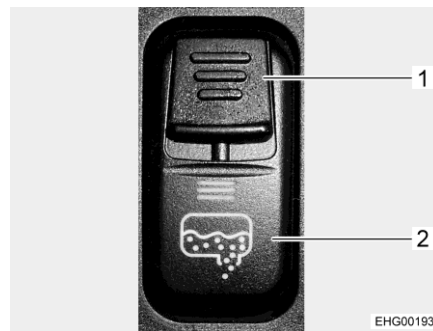

Bild 133 Wippschalter (Abwasserentleerung)
- Sicherungsschieber (Bild 133,1) am Wippschalter nach unten schieben und gleichzeitig Wippschalter (Bild 133,2) unten drücken. Das Abwasserventil wird dadurch geöffnet und der Abwassertank wird entleert. Die LED leuchtet, solange das Abwasserventil geöffnet ist.